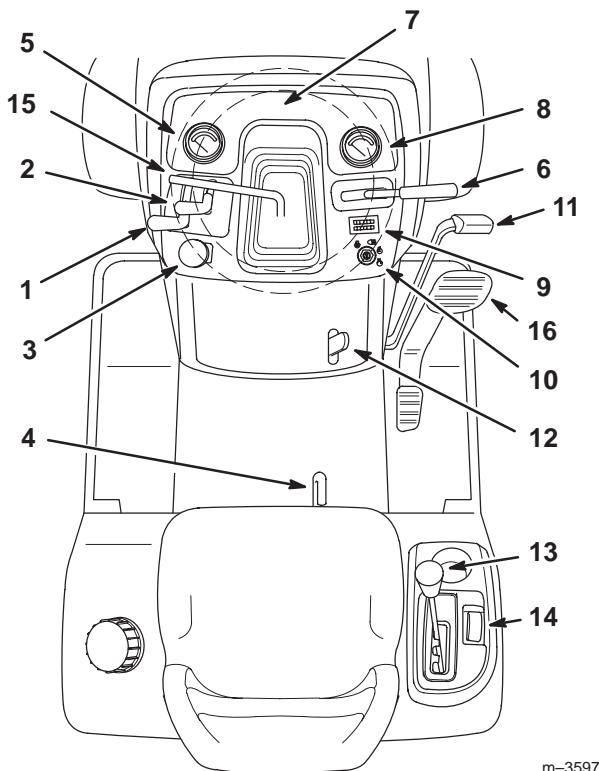

Bild 12
Machen Sie sich mit den Bedienungselementen (Bild 12) vertraut, bevor Sie den Motor anlassen oder die Maschine bedienen.
1. Drücken Sie das Bremspedal (Bild 12) durch und halten es in der gedrückten Position.
2. Ziehen Sie den Feststellbremshebel (Bild 12) hoch und nehmen den Fuß nach und nach vom Bremspedal. Das Bremspedal muss in der durchgedrückten Stellung bleiben.
1. Drücken Sie das Bremspedal (Bild 12) herunter. Der Feststellbremshebel sollte sich lösen.